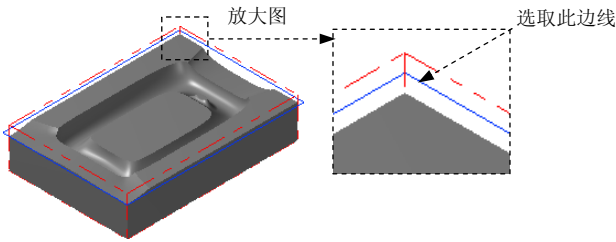

图 23.14 选取切削范围边线
(2) 设置加工边界。在 **边界范围** 区域中单击  按钮，系统弹出“串连选项”对话框。在图形区中选取图 23.14 所示的边线，单击  按钮，系统返回至“刀具路径的曲面选取”对话框。